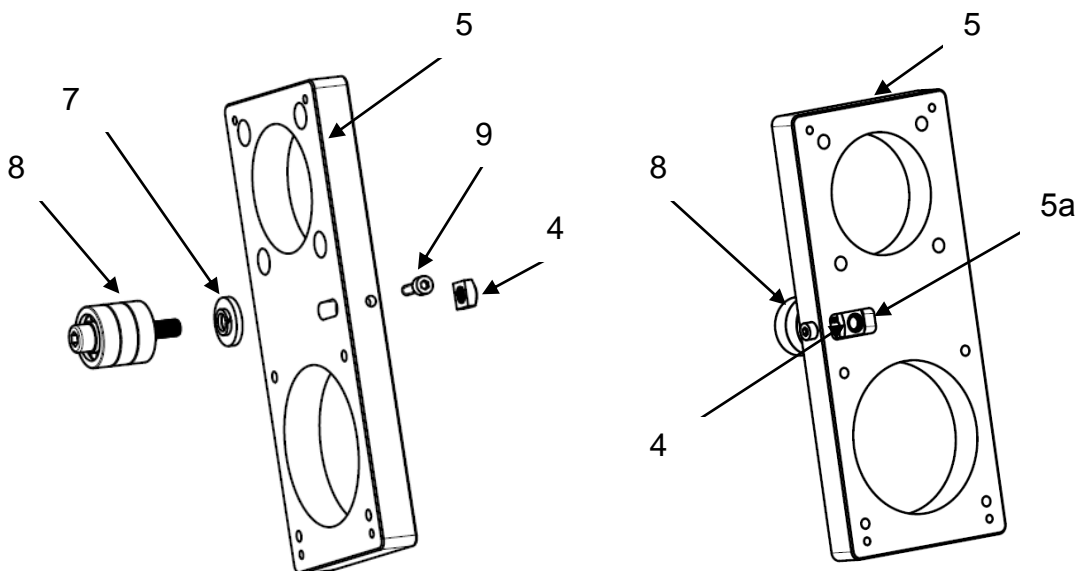

Рисунок 14 – Установка натяжителя на фланец.
1) установить три подшипника натяжителя с винтом (поз. 8) и шайбу с гравером (поз. 7) на корпус (поз. 5), затем с обратной стороны в прямоугольный паз фланца (поз 5а) установить четырехгранную гайку (поз. 4) (см. рисунок 14) и винт для натяжения ремня (поз. 9) с торца корпуса;